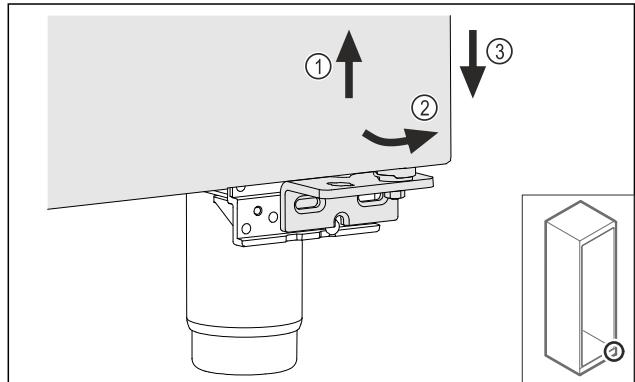

Fig. 16
- ▶ Трохи підніміть двері Fig. 16 (1), нахиліть їх знизу вперед Fig. 16 (2) та опустіть Fig. 16 (3).